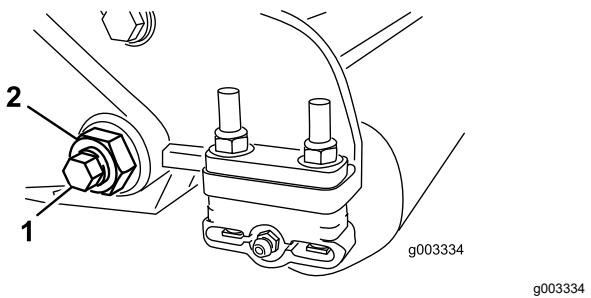

Рисунок 24
- С каждой стороны машины ослабьте контргайку, крепящую болт планки неподвижного ножа (Рисунок 24).
- Выверните все болты планки неподвижного ножа, потяните планку вниз и отсоедините от режущего блока (Рисунок 24).